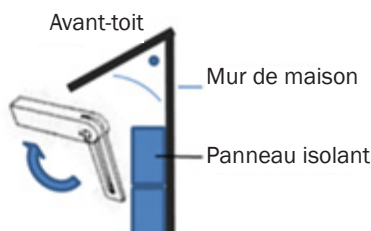

Fig. 6
- Relevez l'angle sur l'objet en effectuant des mesures ou à l'aide d'un rapporteur d'angle (réf. 36 82 00) et reportez-le sur le côté horizontal du panneau (Fig. 6 + 7).
- Rabattez l'outil pour onglet (27) vers l'avant et placez le panneau sur le rail d'appui (6).
- Basculez l'étrier de coupe (3) vers la droite jusqu'à ce que l'outil pour onglet (27) de l'étrier de coupe coïncide avec le repère sur le panneau isolant. Resserrez les vis de blocage (15) en haut et en bas.
- Pour répéter cette coupe ultérieurement, guidez les cavaliers de répétition (14) selon l'angle réglé. L'angle est maintenu lorsque l'étrier de coupe est remis dans sa position initiale.